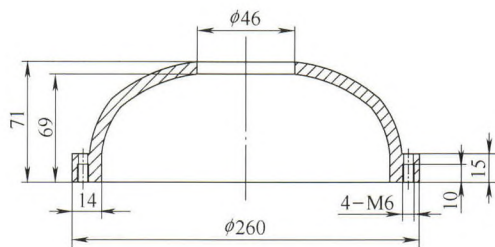

图2 粗加工后毛坯图
(1) 粗加工。先内后外, 根据零件尺寸留加工余量 3 mm, 在距大端面 (15 ± 0.02) mm 处加工工艺凸边直径为 260 mm, 厚 14 mm。在工艺凸边大孔端面上钻 4 个孔 (M6 螺纹底孔, 均布), 攻 4 个 M6 深 10 mm。如图 2 所示。
(2) 热处理。根据牌号为 2A80 的铝合金的特